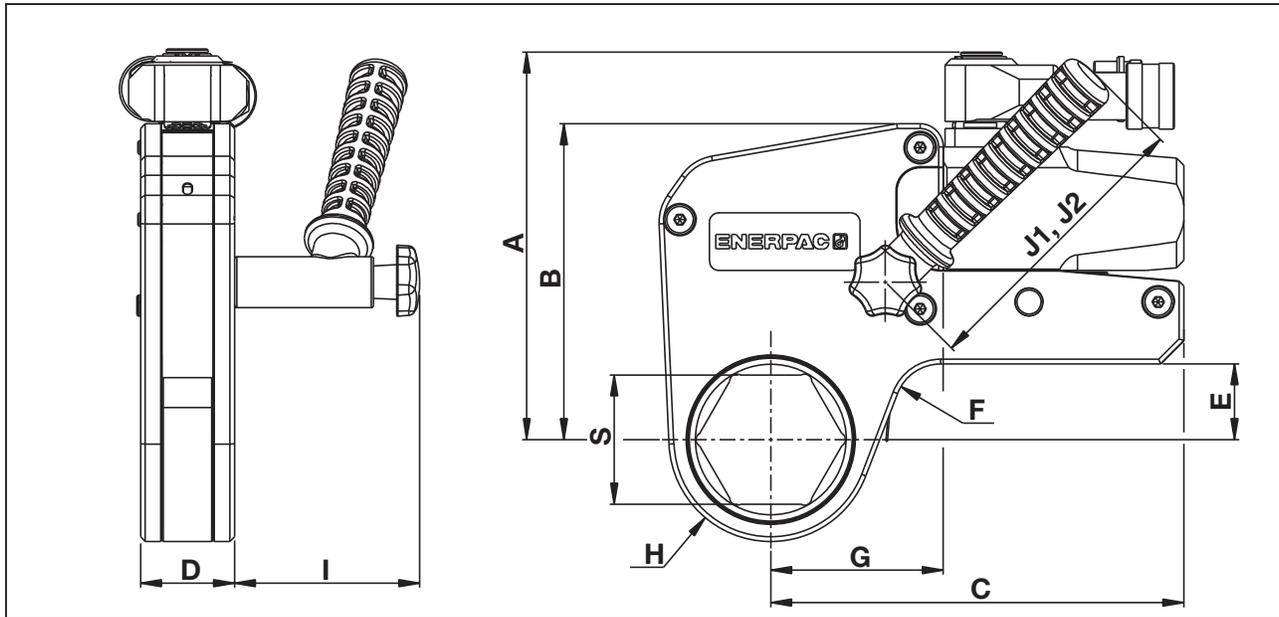

Fig. 22
6.1 Capacités, dimensions et autres données produits (fig. 22)
6.2.1 Tableau du système métrique : cassettes des séries W2000X, W4000X et W8000X (voir les cotes S, H et G sur la fig. 22)